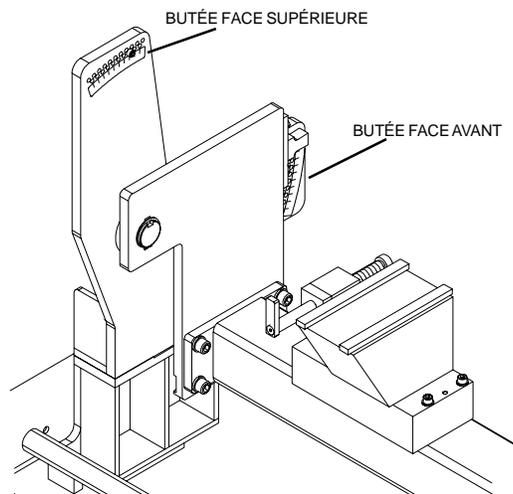

FIG. 20
2. Déplacez l'actionneur de pivotement de l'outillage de façon à ce que la butée de la glissière de l'outillage soit à mi-chemin entre la butée de la face avant et celle de la face supérieure (voir FIG. 20).
3. Réglez la butée de la face avant sur l'angle approprié (voir FIG. 20).
4. Réglez la butée de la face supérieure sur l'angle approprié (voir FIG. 20).